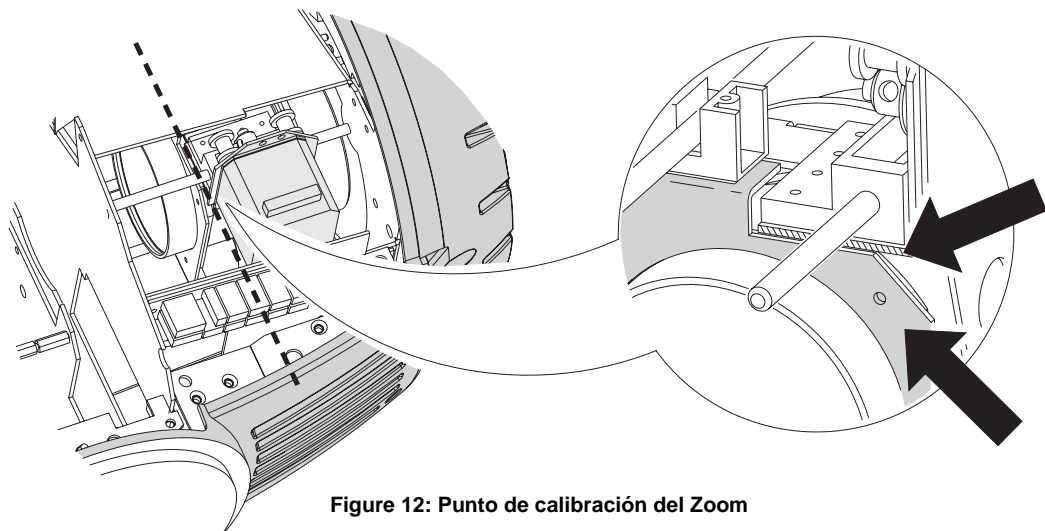

Figure 12: Punto de calibración del Zoom
- 2 Para calibrar el zoom, quitar primero la cubierta inferior de la cabeza. Seleccionar UTIL/CAL/ZOOF y pulsar [Enter]. Ajustar hasta que la plancha del soporte de la lente de zoom esté a nivel de la parte posterior de la plancha del sistema de enfoque (Figure 12). Pulsar [Enter] para guardar el ajuste. Reponer la cubierta inferior de la cabeza.